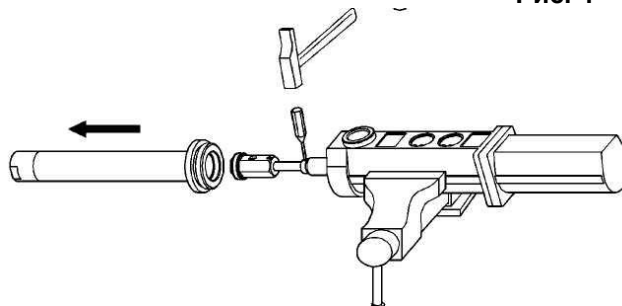

Рис. 5
4. Извлеките штифт (19), расположенный в верхней части соединительного стержня (20) (рис. 5) и отвинтите стержень от поршневого штока (8).